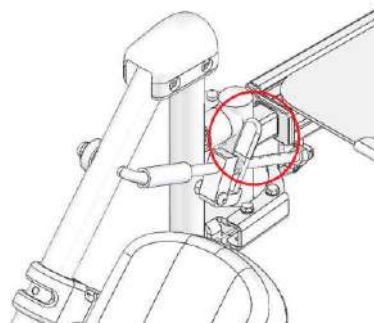

Figura 5-19
- Antes de bajar el reposapiés, asegúrese de sostenerlo para evitar que de que caiga de manera súbita. Presione la palanca de liberación y baje el reposapiés. (Figura 5-19).